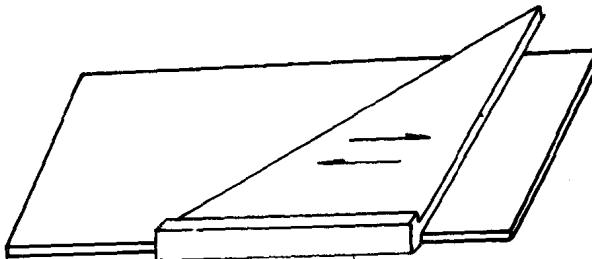

图 5
c. 使用方法 将三角板粘条的一边卡在毛料的一边上回来移动即可画出许多平行线，如果按某一条线裁下来，此边与底边成直角（如图 5）。